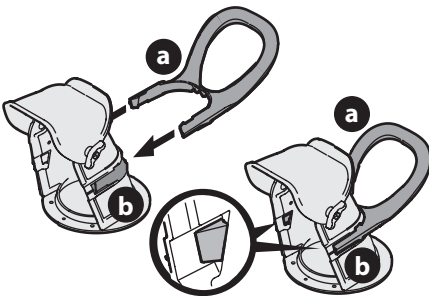

Figura 6
1. Coloque la manija de canal (a) en el canal (b) (Figura 6). Asegúrese de que la manija esté alineada en el canal y que las lengüetas calcen en su lugar.